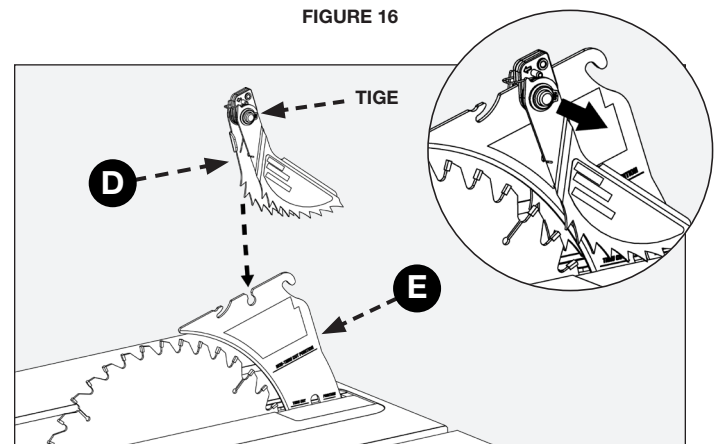

FIGURE 17
Le couteau diviseur (E) doit être en position de coupe complète avant l'installation des griffes anti-rebond (D) et du protège-lame (F) (figures 17. et 18).
Une fois insérée, relâchez la tige à ressort de sorte qu'elle revienne à sa place (figure 17). S'assurer qu'elle est verrouillée en place.